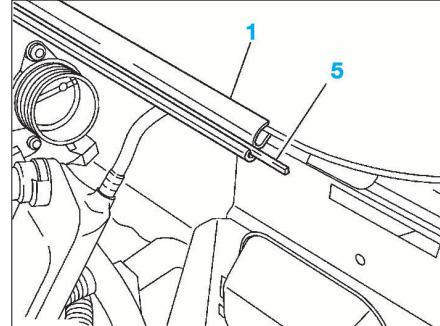

FIG. 124
- Enlever les baguettes plastique (5) des profils (1) (Fig.124).